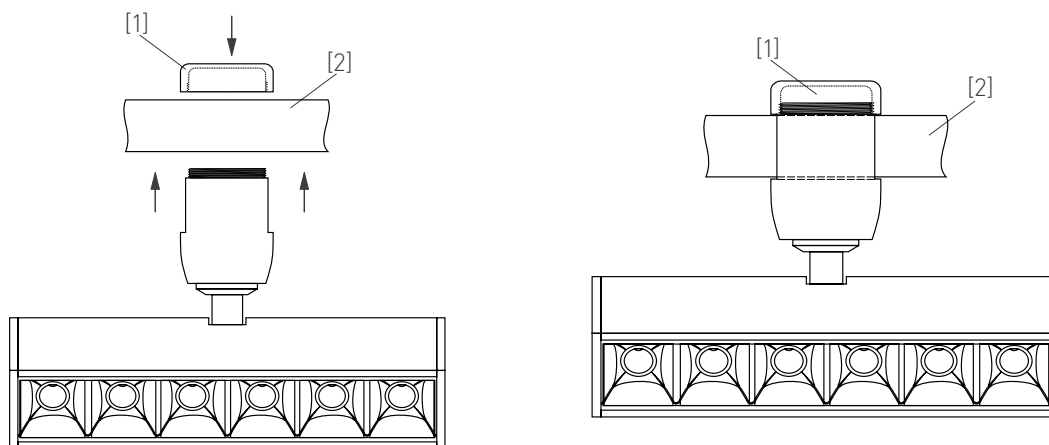

Рис. 2. Установка светильника
- Устройство крепления выполнено в виде завинчивающегося фиксатора с правой резьбой, который накручивается на верхнюю часть корпуса светильника. Открутите верхнюю часть фиксатора [1] у светильника, тем самым освободив установочное пространство. Установите светильник в необходимом месте шинопровода [2] и зафиксируйте его, закрутив верхнюю часть фиксатора светильника, как показано на рис. 2.